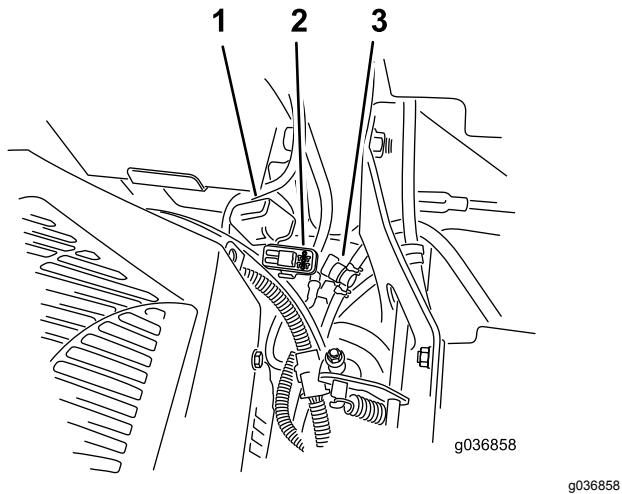

Figura 55
**Nota:** En máquinas MyRide, asegúrese de que el cable de tierra no roza contra el brazo arrastrado ni contra el soporte inferior del amortiguador (Figura 55).
Los fusibles están situados en la consola de la derecha, junto al asiento (Figura 55).
2. Instale un fusible nuevo (Figura 55).